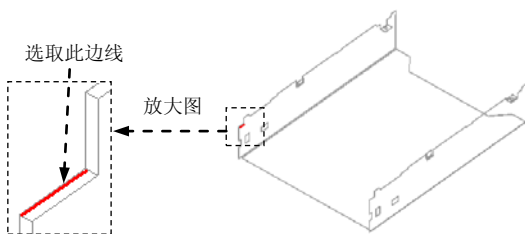

图 8.8.37 选取路径
(1) 选择命令。单击“主页”功能选项卡中“钣金”工具栏中的“轮廓弯边”按钮.
(2) 定义特征的截面草图。
① 选取路径。在系统的提示下,选取图 8.8.37 所示的模型边线为路径,在“轮廓弯边”命令条中的 **位置** 文本框中输入值 1,并按 Enter 键,进入草图绘制环境。